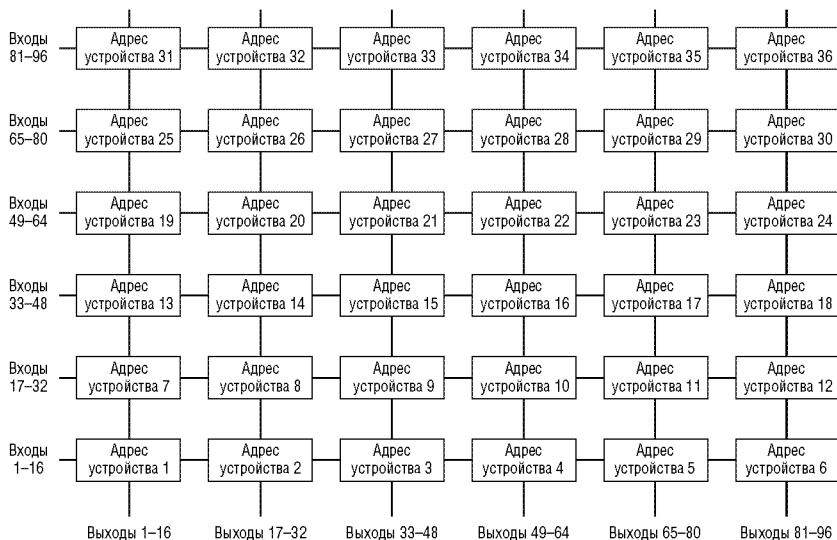
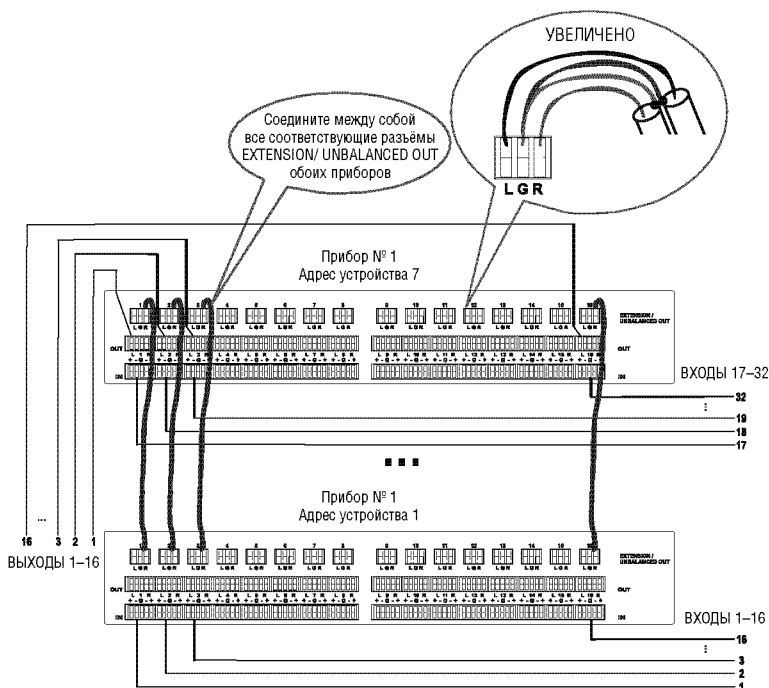
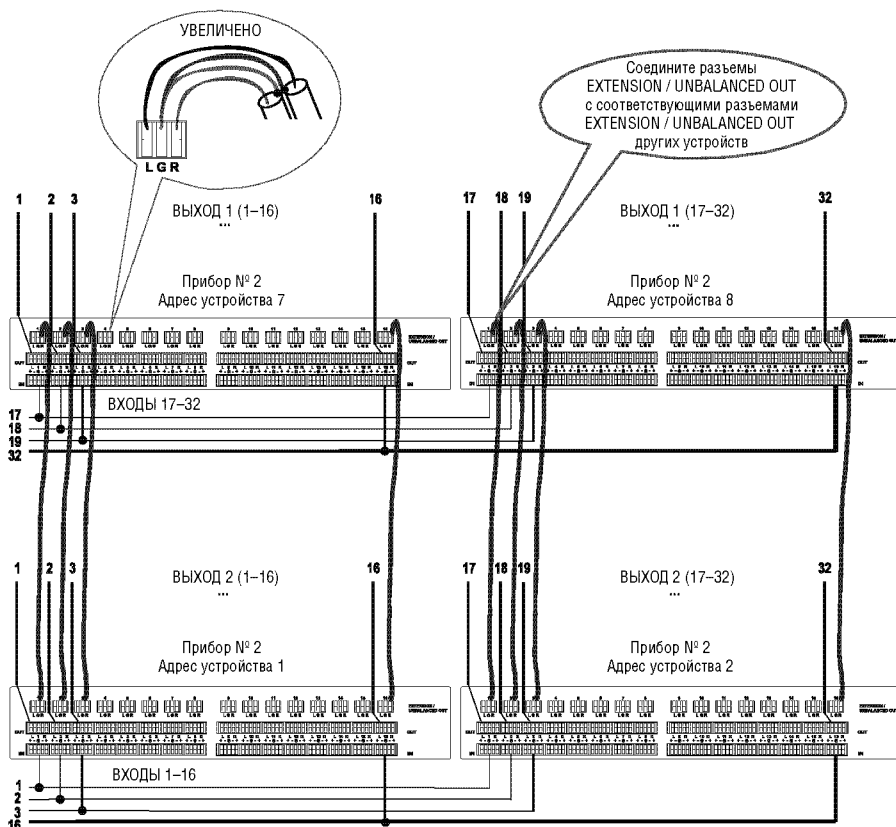

Рис. 6. Назначение адресов устройств
Рис. 8. Подключение коммутатора 32x16
Рис. 9. Подключение коммутатора 32x32
Можно расширить количество входов и выходов, воспользовавшись несколькими устройствами **VS-1616A**¹. При расширенной сборке установите адрес устройства (см. подраздел 6.5.2) каждого устройства **VS-1616A**, чтобы определить, какие входы и выходы относятся к конкретным устройствам. Это иллюстрирует схема на рис. 6
Например, чтобы собрать коммутатор 48x64 (48 входов и 64 выхода), можно воспользоваться адресами устройств 1, 2, 3, 4; 7, 8, 9, 10; 13, 14, 15 и 16. В схеме на рис. 6 можно выбрать только «прямоугольную» конфигурацию².
Как можно видеть на рис. 6, коммутатор 32x16 состоит из двух устройств **VS-1616A** (адреса устройств 1 и 7). Чтобы собрать коммутатор в соответствии с рис. 8:
¹ Для одной группы он обычно устанавливается равным 1, как в примере на рис. 8.
2. Установите адрес устройства на одном **VS-1616A** как 1, а на втором — 7 (см. рис. 6).
¹ К получателям аудиосигнала (не показаны на рис. 8).
Как можно видеть на рис. 6, коммутатор 32x32 состоит из четырех устройств **VS-1616A** (адреса устройств 1, 2, 7 и 8). Чтобы собрать коммутатор в соответствии с рис. 9:
2. Установите адрес устройства 1, 2, 7 и 8 соответственно для каждого из четырех устройств (см. рис. 6).
¹ В большинстве случаев устанавливается = 1. В примере на рис. 9 адрес устройства установлен = 2.
² К получателям аудиосигнала (не показаны на рис. 9).
Адрес устройства задается с помощью команды меню MACHINE ADDRESS (см. подраздел 8.3). Адрес устройства определяет порядок задействования входов и выходов каждого устройства в составной системе, наподобие изображенной на рис. 6.